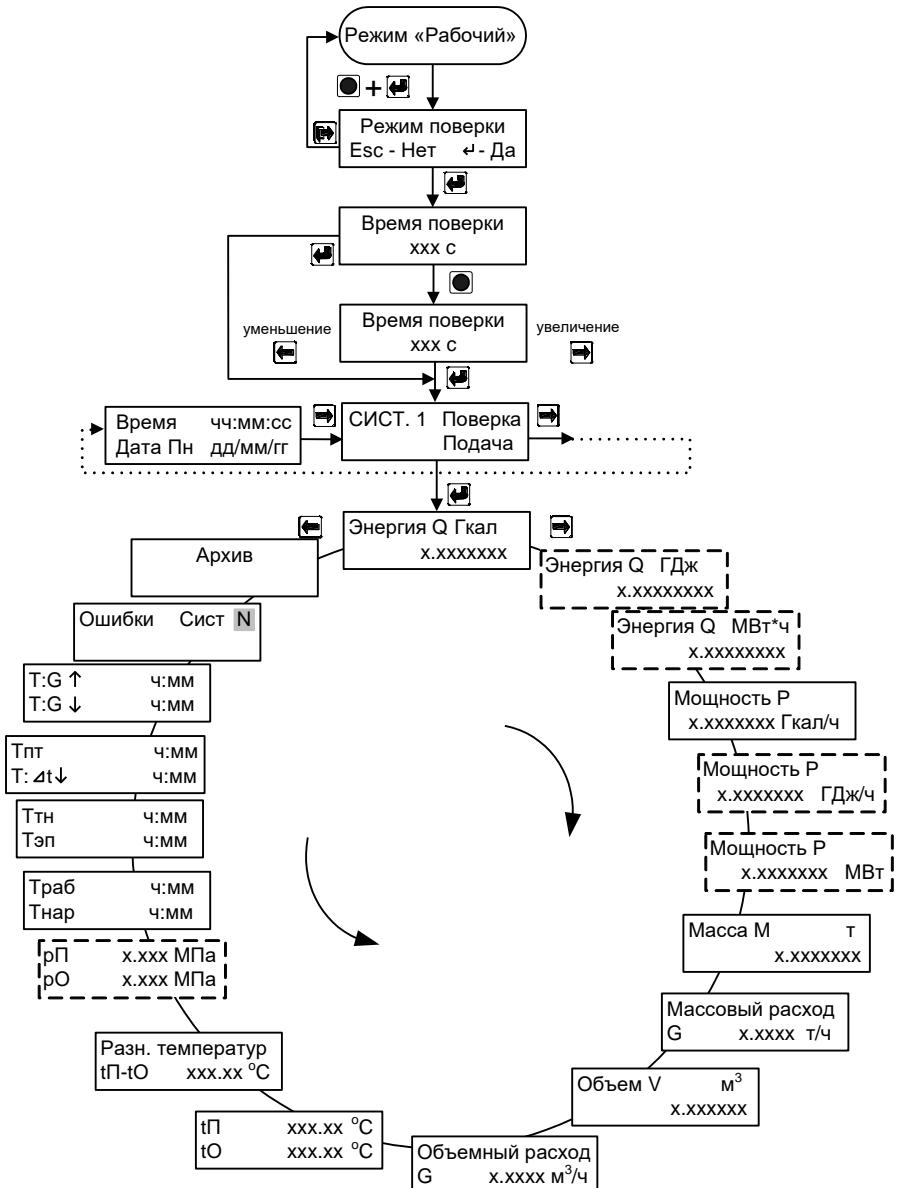

Рис. 7.4
7.5.2 Для входа в режим работы теплосчетчика «Проверка» (проверка измерительного канала количества теплоты) необходимо, находясь в любом меню режима «Рабочий», **одновременно** нажать кнопки **«служебная»** и **«вход»**. Для выхода из режима поверки необходимо, находясь в любом меню режима «Проверка», **одновременно** нажать кнопки **«служебная»** и **«выход»**. Порядок перехода между окнами режима «Проверка» изображен на рис. 7.4.
ВНИМАНИЕ! При входе в меню (см. рис. 7.4):